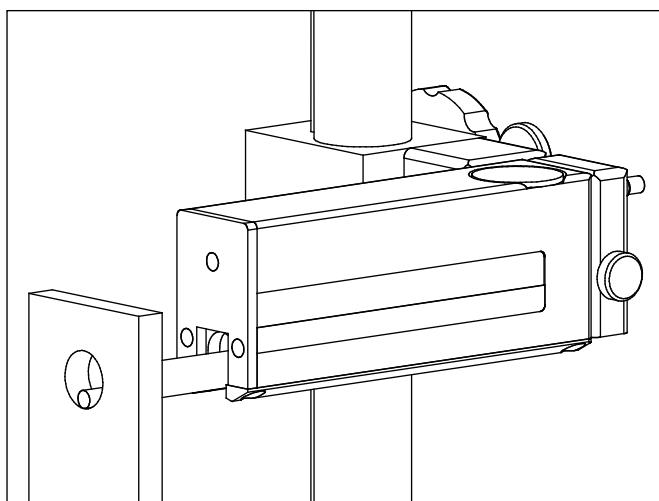

Fig. 8
- Se il diametro è molto piccolo, rimuovere eventualmente la protezione del tastatore (1) e disattivare il sollevamento del tastatore (v. fig. 8).